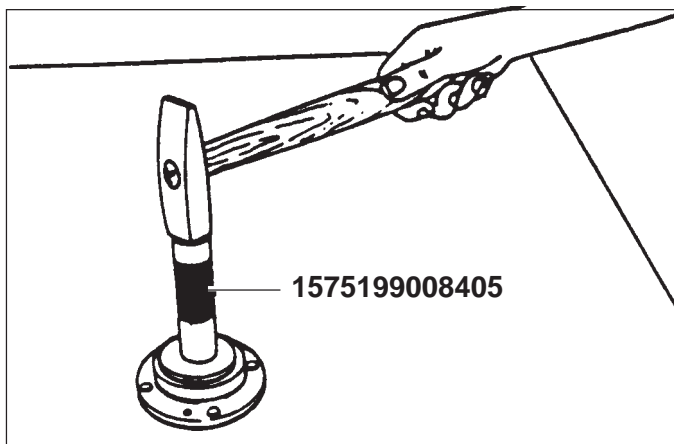

Fig. 23
- 2) Montare l'anello raschiaolio (47) sulla flangia (46) utilizzando l'attrezzo (1575199008405) e sporcare con grasso il labbro dell'anello (Fig. 23).
- 3) Montare sulla flangia (46) l'anello OR (42), quindi montare la flangia sul coperchio invertitore. Serrare le viti (11) con coppia di 13 Nm.
- 2) Assemble oil seal ring (47) on input shaft cover (46) by use of tool (1575199008405), spread a small amount of oil seal outer lip (Fig. 23).
- 3) Assemble the OR ring (42) on bearing flange (46), then assemble the flange on gearbox cover. Tighten the screws (11) to 13 Nm. torque.